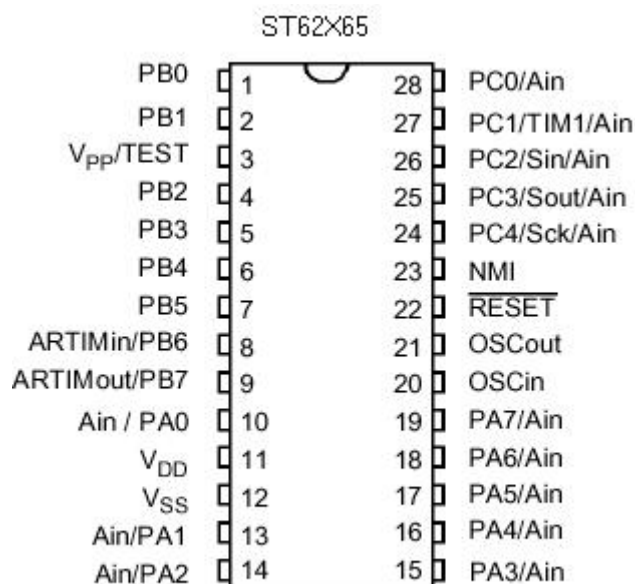

Fig.3
Ingresso asincrono associato alla gestione dell'*Interrupt non mascherabile*. (fig.3)
- ARTIMin (pin 8) (fig.3): questo pin viene gestito via software, può essere utilizzato come ingresso per far partire il conteggio della periferica AR TIMER;
- ARTIMout (pin 9) (fig.3): questo pin viene gestito via software, può essere utilizzato come uscita per attivare un dispositivo allo scadere del tempo impostato nel AR
Questo piedino (fig.3), come suggerisce il nome, è collegato al contatore interno denominato per l'appunto *Timer*. Il suo uso dipende da come viene configurato via software, può essere utilizzato come ingresso per far partire il conteggio del timer o come uscita per attivare un dispositivo allo scadere del tempo stabilito. Su questo piedino, è anche possibile prelevare dei segnali ad onda quadra con frequenze impostate da software (utilissimo per creare dei generatori PWM). Anche per questo piedino è possibile attivare la resistenza interna di *pull-up* utilizzando l'Option Byte, sui microcontrollori sprovvisti di questa possibilità la resistenza (quando necessaria) deve essere montata all'esterno